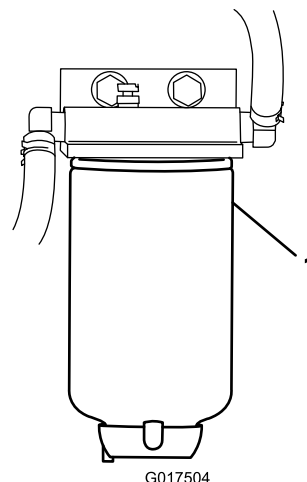

Figura 32
4. Svitare il filtro carburante dalla staffa (Figura 32).